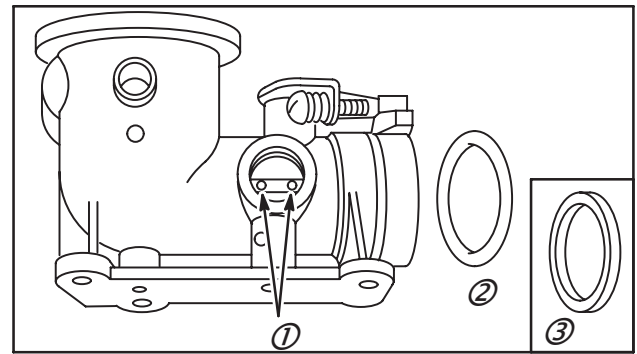

Fig. 18
NOTE : Les trous de progressivité dans le corps de carburateur (1) doivent être nettoyés dans un solvant et soufflés à l'air comprimé, Fig. 18. Joint torique (2), joint torique ancien modèle (vue détaillée 3), Fig. 18.
1. Déposer et jeter le joint torique (Fig. 18).
3. Sortir ensuite l'ensemble (4) pointeau et siège (3).
4. Déposer le joint torique interne (2).